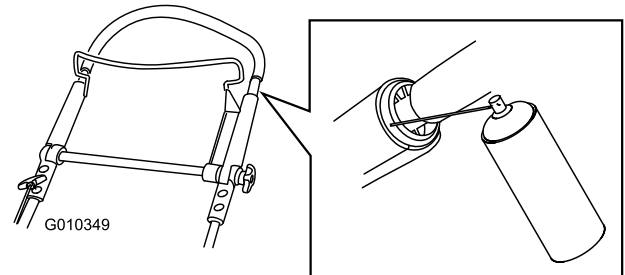

Figure 43
1. Pulvérisez l'extrémité en plastique extérieure de la poignée intérieure (Figure 43).